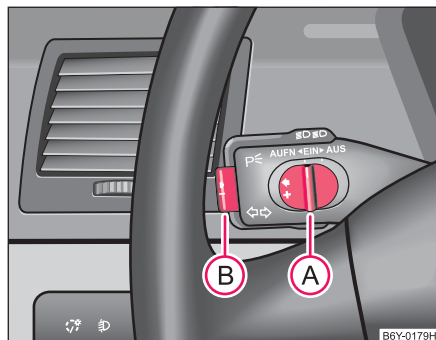

Fig. 86 Manette de commande: Touche et bouton-poussoir du régulateur de vitesse
- Mettez le bouton-poussoir (A) ⇒ fig. 86 sur la position **ON** (MARCHE).
- Si la vitesse à respecter est atteinte, appuyer brièvement sur la touche (B).
- Vous pouvez **augmenter** la vitesse mémorisée sans actionner la pédale d'accélérateur en actionnant le bouton-poussoir **(A)** ⇒ page 103, fig. 86 pour le mettre sur la position **RES** (REPRISE).
- Vous pouvez également couper le régulateur de vitesse en poussant le bouton **(A)** ⇒ page 103, fig. 86 vers la droite - sur la position intermédiaire devant la position **OFF** (COUPE). Le bouton-poussoir revient ensuite automatiquement sur la position **ON** (MARCHE).
- Poussez le bouton **(A)** ⇒ page 103, fig. 86 à fond vers la droite sur la position **OFF** (COUPURE). ■